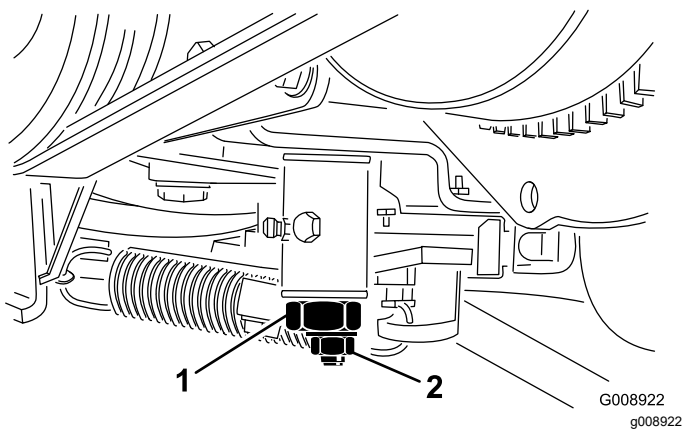

Figura 57
3. Afloje la contratuerca de la leva de ajuste de tracción (Figura 57).